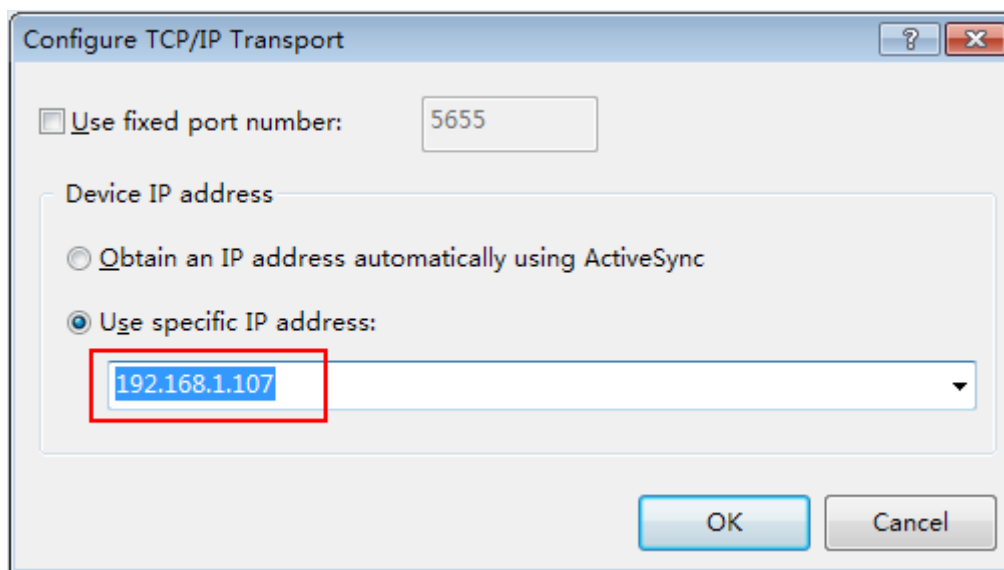

图 4-6
7) 点击 **Configure**，出现如图 4-6 窗口，在 **Use specific IP address** 下的 IP 地址设置为 ZGT300 的 IP 地址，点击 **OK** 直到返回开发界面。